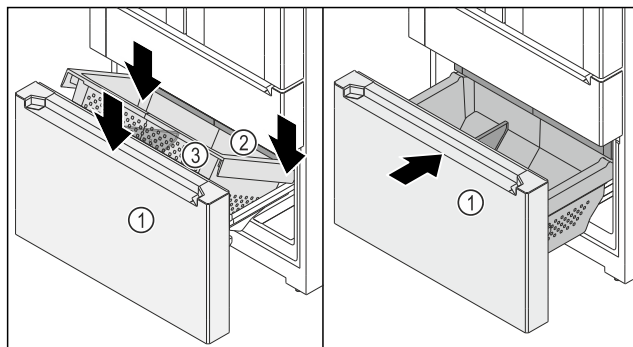

Fig. 150
- ☐ Uittrekwagen Fig. 150 (1) is uitgetrokken.
- ☐ Schuiflade Fig. 150 (2) is ingeschoven.
- Bak Fig. 150 (3) achter op de rails rechts en links plaatsen.
- Bak Fig. 150 (3) naar voren iets neerlaten, zodat de bak Fig. 150 (3) de rails rechts en links omvat.
- Uittrekwagen Fig. 150 (1) inschuiven.